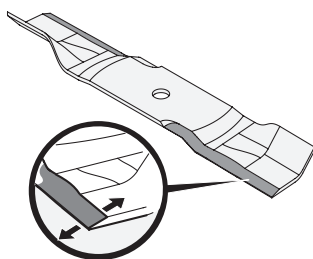

Fig. 47
- Pour affûter correctement les lames de coupe, enlevez des quantités égales de métal des deux extrémités des lames le long des bords de coupe, parallèlement au bord de fuite, à un angle de 25° à 30°. Il faut toujours affûter chaque bord de lame de la même manière pour maintenir l'équilibre de la lame (Fig. 47).